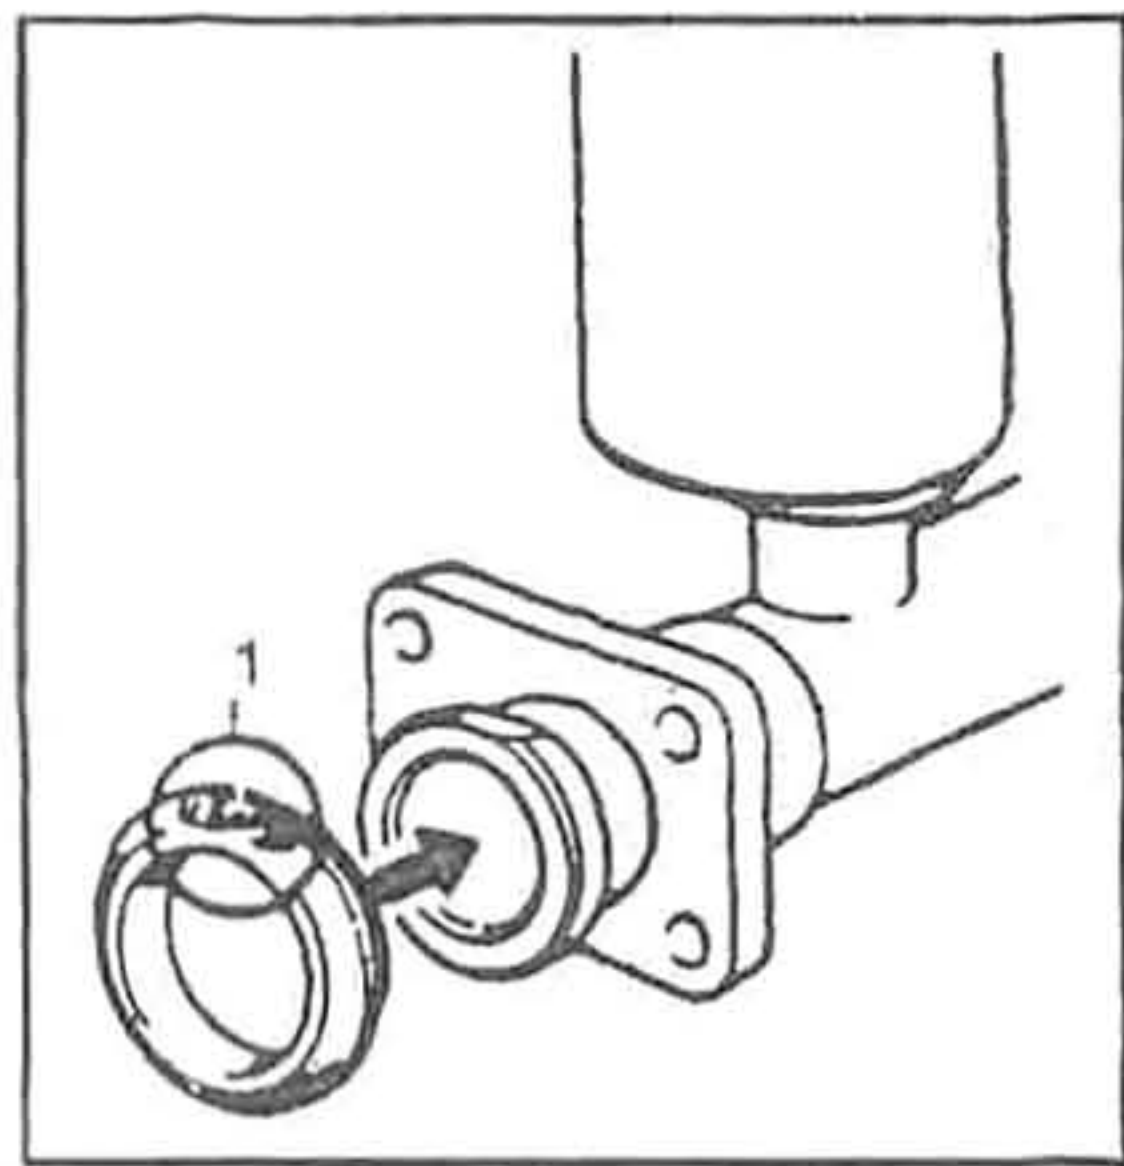

Рис. 635. 1. Метка "UP".
вдавите их полностью в цилиндр и установите ограничительный болт. Установите пружинное стопорное кольцо для фиксации поршня. Убедитесь в чистоте канавки для фиксации защитного чехла, установите новый защитный чехол таким образом, чтобы маркировка на чехле (UP) была направлена вверх (рис. 635).